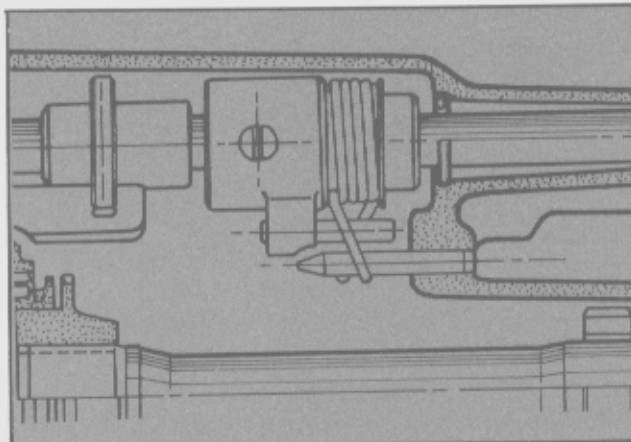

Fig. 43 - Posición final del resorte de retorno de la palanca de cambios.
- Verificar, cuando se coloca la carcasa de la extensión, que los extremos del resorte de retorno de la palanca a punto muerto, queden anclados en el perno fijo de la carcasa de la extensión (Fig. 43).